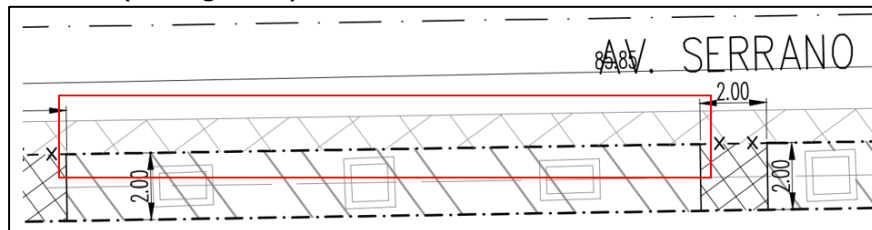

Figura 1
- 2.4. Revisar ambos tramos. Según se entiende, se considera la reposición de la calzada en 1 metro de ancho a lo largo de toda la vía, indicar si esto corresponde a la reposición por recambio de soleras. (ver figura 1).